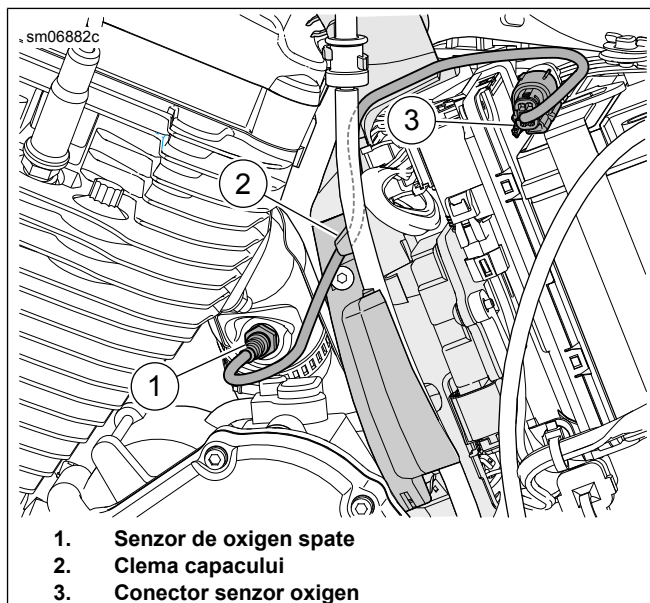

Figura 46. Senzor de oxigen spate
Consultați Figura 46. Deconectați conectorul pentru senzorul de oxigen din spate (3) de la cablajul principal.